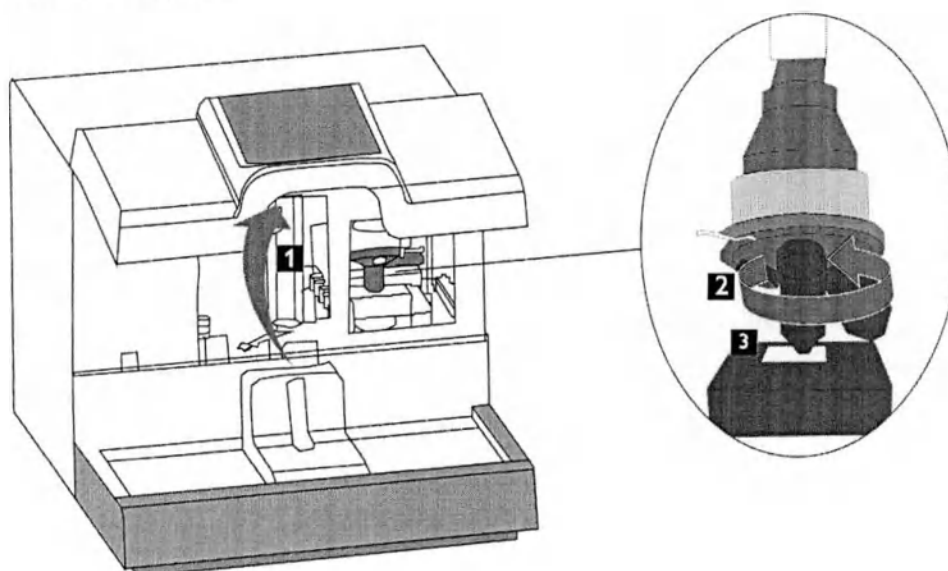

Рис.10-1 Очистка камеры подсчета
5. Аккуратно очистите ватным тампоном поверхность камеры подсчета (Рис. 10-1 Очистка камеры подсчета, позиция 3).